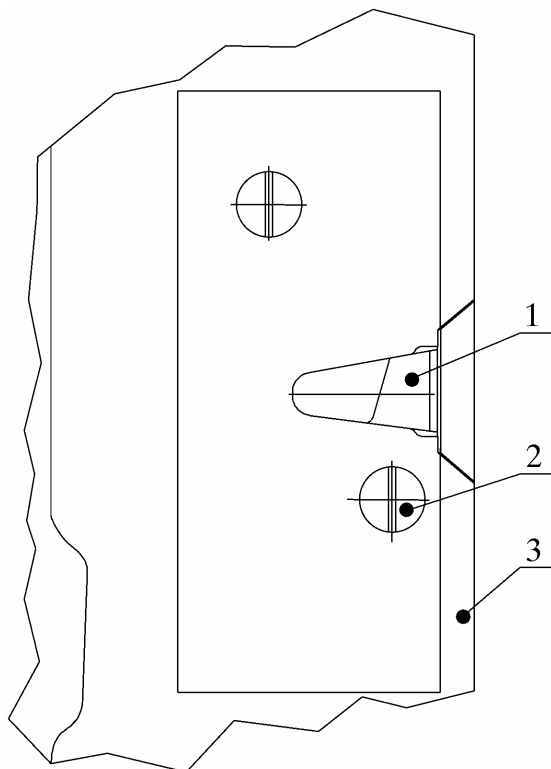

Рис. 29. Установка замка передней левой двери:
1) два винта 2 (рис. 29) крепления замка 1 к двери 3 затянуть с моментом, обеспечивающим неподвижность замка